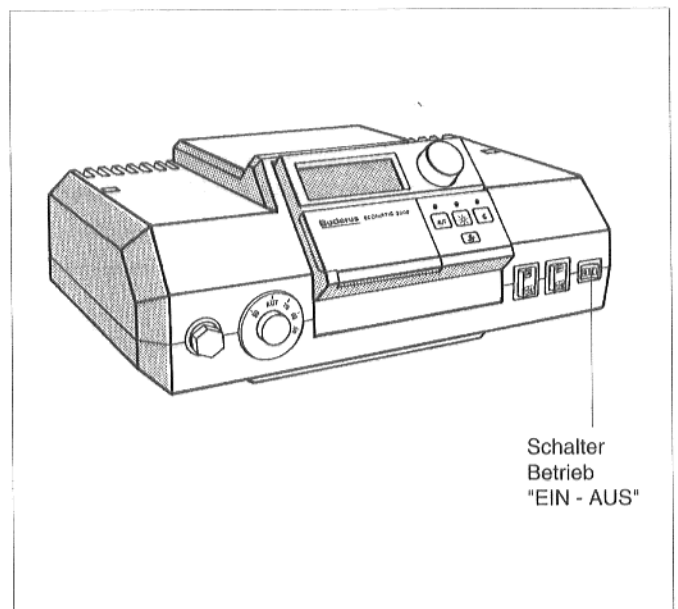

Abb. 36: Regelsystem 2000
- Schalter Betrieb (Abb. 36 bis 38) in Stellung 0 (AUS) stellen.